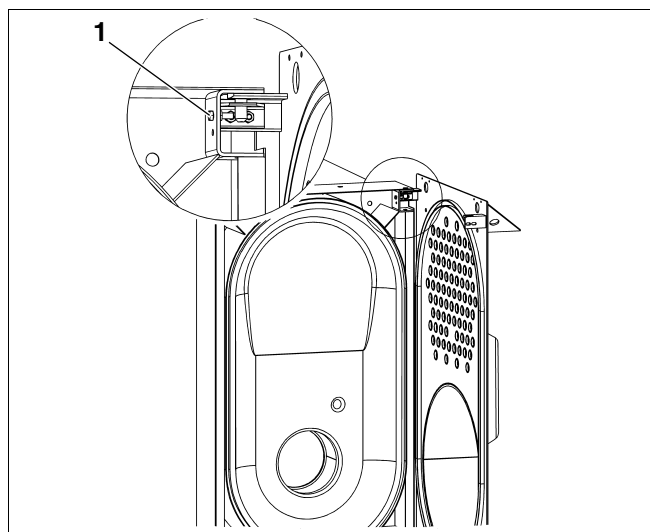

Fig. 6 Siguranță
- Demontați (Fig. 6, **Poz. 1**) șurubul de siguranță de la balamaua dreaptă a ușii.
- După deschiderea ușii, montați șurubul de siguranță pe gaura superioară a balamalei stângi de la ușă. (Fig. 6).